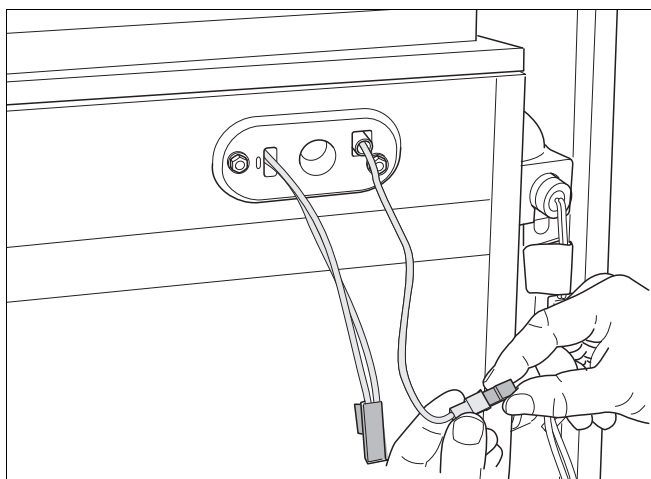

Рис. 88 Демонтаж соединительной вставки ионизационного электрода
- Разъединить штекерное соединение контрольного кабеля (рис. 88).